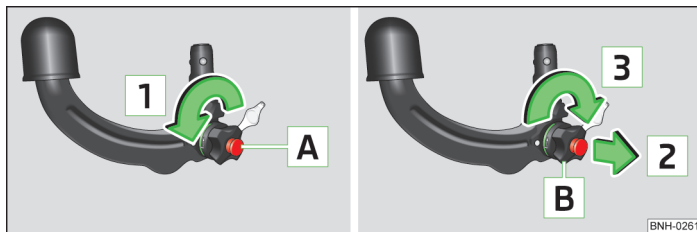

Abb. 105 Bereitschaftsstellung einstellen
- Den Schlüssel **A** in Pfeilrichtung **1** bis zum Anschlag drehen » Abb. 105.